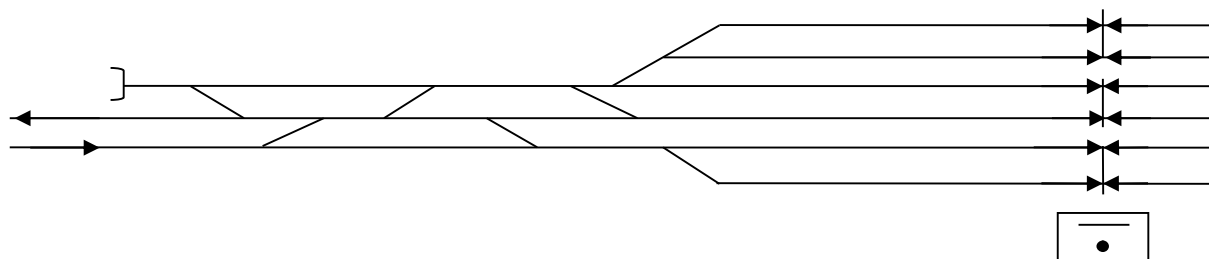

Рисунок 5
5. На схематическом плане нечетной горловины станции (рис. 5) пронумеруйте пути и стрелки, произведите расстановку изолирующих стыков, входных, выходных и маневровых светофоров. Составьте таблицу вариантных поездных маршрутов.